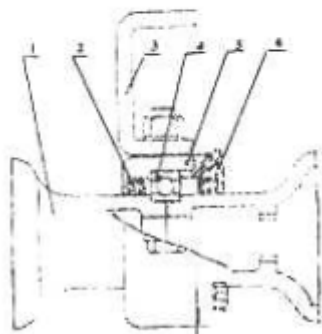

Рис. 2
Опора (19) состоит (рис. 2) из:
- 4) Подшипника (210)